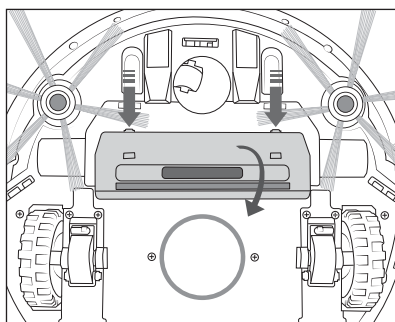

Fig. 12
- 1) Premere i due tasti di sblocco per disimpegnare la copertura **20** dell'apertura di aspirazione **19** e toglierla dall'apparecchio (vedere fig. 12).